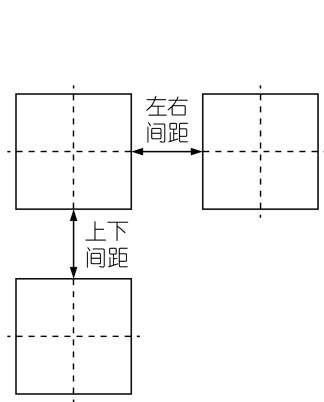

图 1
- ① 仪表安装孔间距请根据不同尺寸及安装支架方式留出合适的距离，必要时仪表允许并排紧密安装方式。建议 A/D/C/E 尺寸左右间距 $>8\text{mm}$ ，上下间距 $>30\text{mm}$ ；B/F 尺寸左右间距 $>30\text{mm}$ ，上下间距 $>8\text{mm}$ （图 1）。